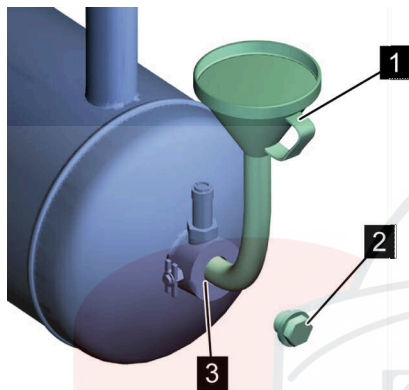

Рис. 40: Заливной штуцер
8. При помощи воронки (Рис. 40/1) залейте охлаждающую жидкость до заливной кромки заливного штуцера (Рис. 40/3).
10. Вставьте резьбовую пробку наливного отверстия (Рис. 40/2) и затяните ее ☞ Приложение В «Моменты затяжки винтов» на странице 133.